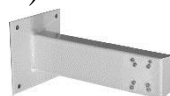

Рис. 5.4
5) **КВЗ-1/0** (рис.5.4), **КВЗ-1/0,3** или **КВЗ-1/0,5** (рис.5.5) – кронштейны для крепления блоков вдоль заграждений или стен зданий (/0; /0,3; /0,5 – размеры вертикального плеча в м);